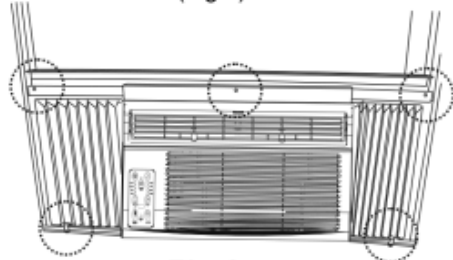

Fig.8
B. Enfoncez des vis de blocage de $\frac{3}{4}$ po (19 mm) ou de $\frac{1}{2}$ po (12,7 mm) à travers les trous du cadre dans le vantail de la fenêtre (Fig.8).